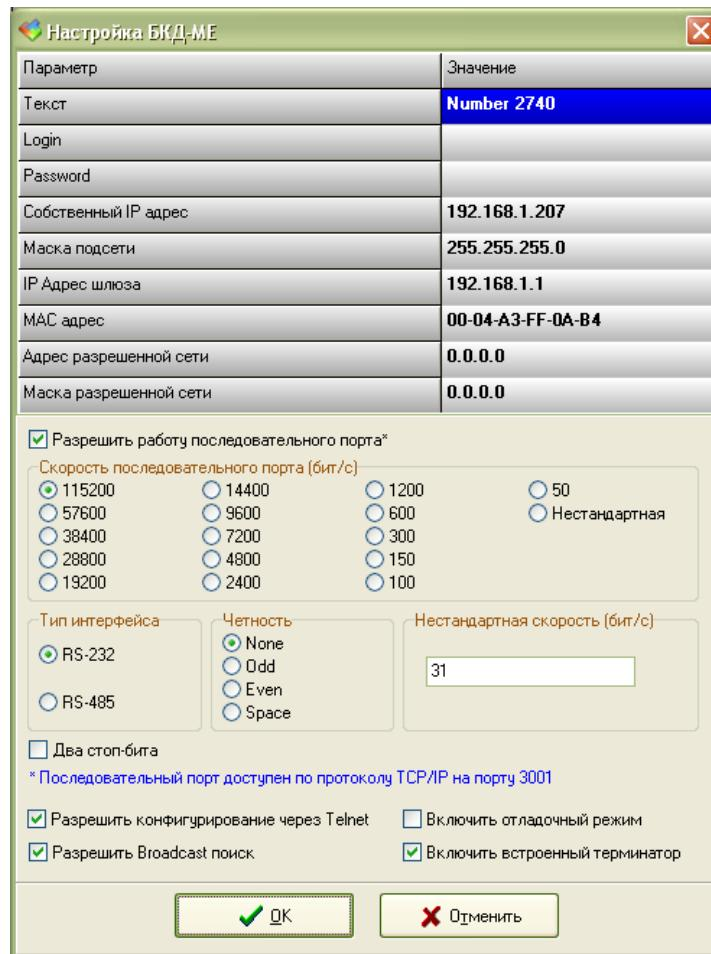

Рисунок 14 - Параметры БКД-МЕ
6) Откроется окно конфигурации БКД-МЕ (рисунок 14). Набор параметров, доступный для редактирования аналогичен, описанному в разделе «Конфигурирование БКД-МЕ через последовательный интерфейс» (таблица 8).